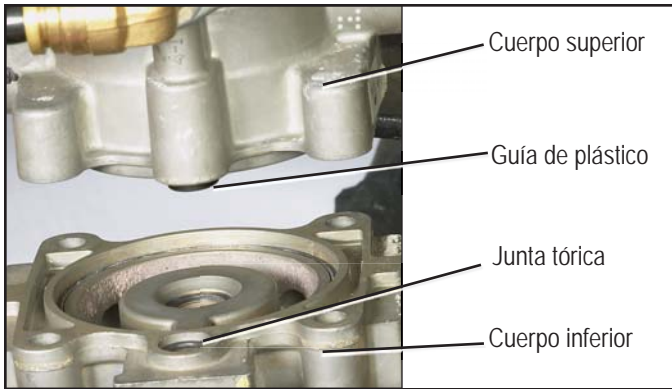
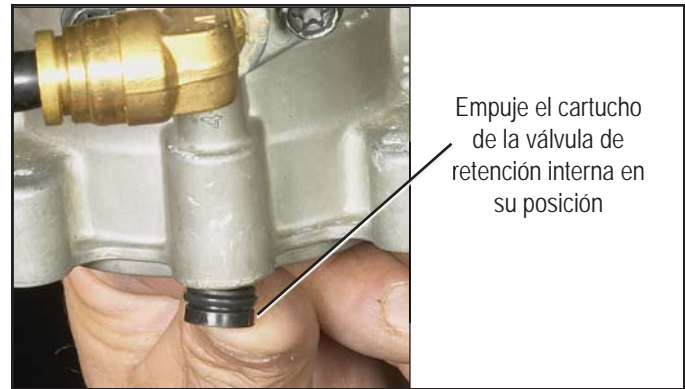

Figura 8 - GUÍA DE PLÁSTICO Y JUNTA TÓRICA
Figura 10 - INSTALACIÓN DEL CARTUCHO
2. Localice la guía de plástico en el cuerpo superior de la válvula SR-7™ directamente sobre el puerto de suministro. La junta tórica del cuerpo inferior puede adherirse a la guía de plástico cuando se separan los cuerpos. De ser así, retírela de la guía y colóquela de nuevo en el cuerpo inferior. Se ha incluido una junta tórica adicional en este juego en caso de que se pierda o se dañe durante la reparación. Consulte la figura 8.
- Introduzca el cartucho de reemplazo en el agujero de donde se retiraron la válvula de retención, el resorte y la guía de plástico. Nota: Asegúrese de retirar el cartucho de reemplazo de su tubo postal antes de la instalación. Empuje el cartucho hacia su posición hasta que se detenga como se muestra en la figura 10. Una parte de la guía de plástico del cartucho sobresaldrá como se muestra en la figura 8. **NO FUERCE EL RESTO DEL CARTUCHO DENTRO DEL AGUJERO.**